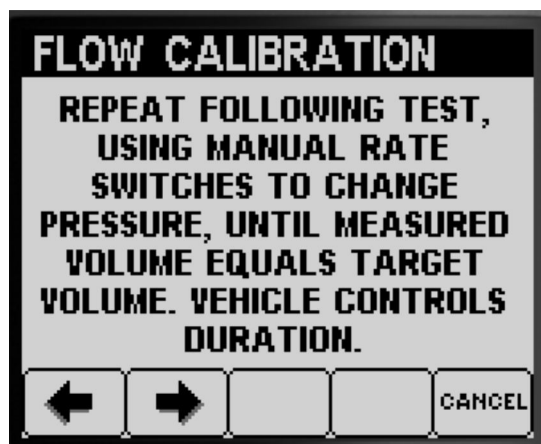

Figura 48
3. En la pantalla Repita la prueba siguiente, pulse el botón 2 para iniciar la prueba de volumen de la sección de fumigación (Figura 48).